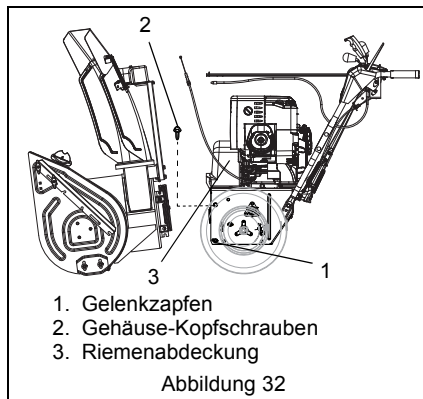

Abbildung 32
(Abbildung 32)
2. Befestigungsteile der Riemenabdeckung am Gerät lösen (Abbildung 32).
9. Die Sechskantschrauben, mit denen das Gebläsegehäuse am Rahmen befestigt ist (eine pro Seite), lösen. Das Gehäuse an den Gelenkzapfen vom Rahmen trennen (Abbildung 32).